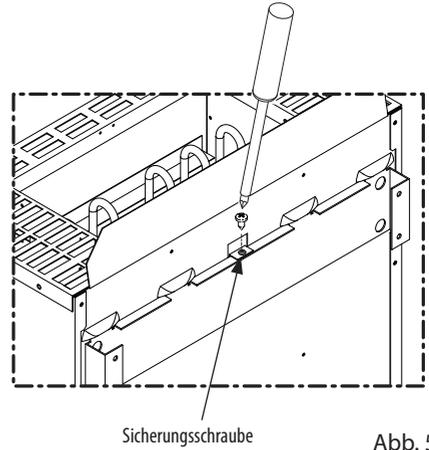

Abb. 5
- Das Saunaheizgerät mittels Blechschraube durch die am hinteren Ofenrand befindliche Bohrung an der Wandhalterung sichern (Abb. 5).